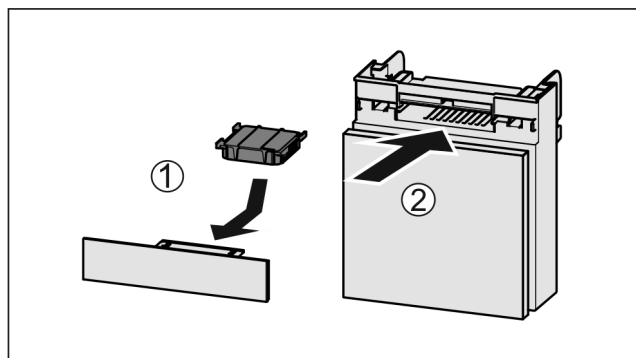

Fig. 194
- Aktivkohlefilter nach Abbildung einsetzen Fig. 194 (1).
- Fach einschieben Fig. 194 (2).